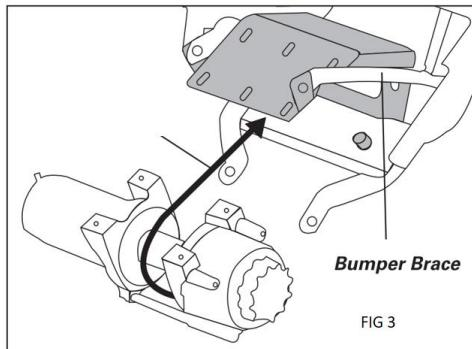

FIG 3
6. Tournez le treuil de manière à ce que ses trous de fixation soient orientés vers le haut, puis glissez-le dans le support par le bas. Assurez-vous que le câble du treuil sort par le bas (côté face au support de fixation). (Voir la figure 3.) Alignez les trous de fixation appropriés et fixez le treuil à l'aide du matériel fourni.